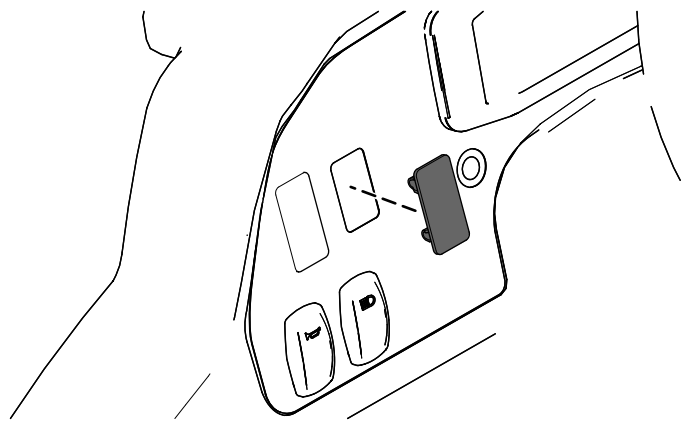

Figure 19
1. Retirez le cache en plastique du tableau de bord (Figure 19).